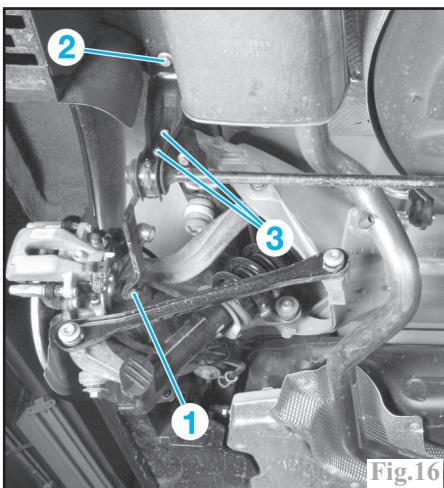

Fig.16
- la fixation (1) (Fig.16) de biellette de barre stabilisatrice.
- la fixation (2) de barre stabilisatrice.
- les fixations (3) du demi-palier de barre stabilisatrice.